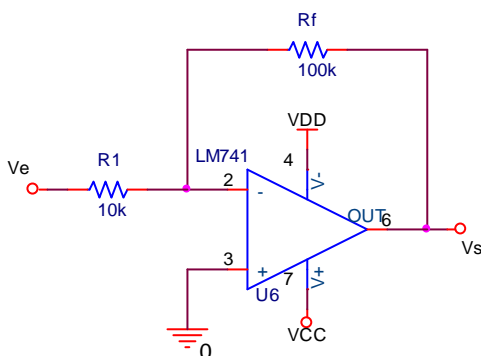

Figura 4
- 7) Sustituya la resistencia R_f de $10k\ \Omega$ por la resistencia $100k\Omega$ como se muestra en el circuito de la figura 4 y repita el procedimiento del punto 6.